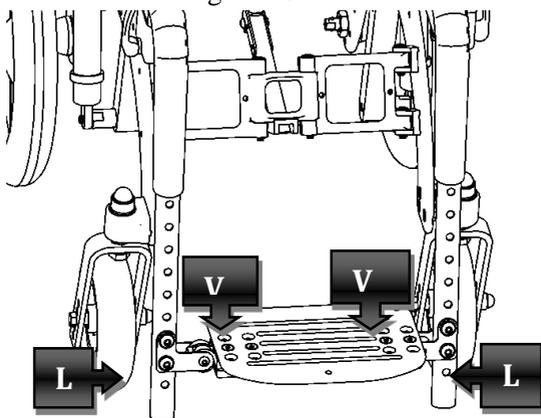

Figura 18
Para a plataforma de apoio de pés única as regulações não são diferentes, pode-se, por conseguinte, efetuar as mesmas regulações que para as plataformas de apoio de pés separadas. Aja sobre os quatro parafusos (V) para orientar o ângulo e a profundidade da plataforma de apoio de pés; sobre os quatro parafusos (L) para regular a altura, tal como indica a Figura 18.